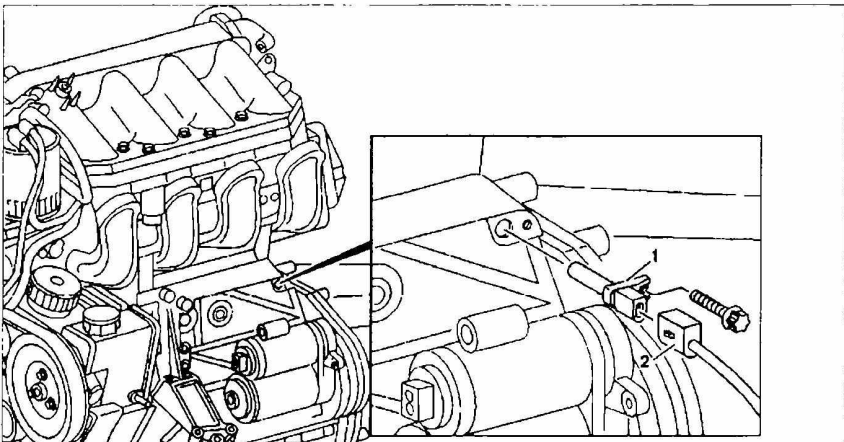

Рис. 29. Снятие и установка датчика положения коленчатого вала:
1. Отсоедините разъем проводки 2 от датчика положения коленчатого вала 1 (рис. 29).